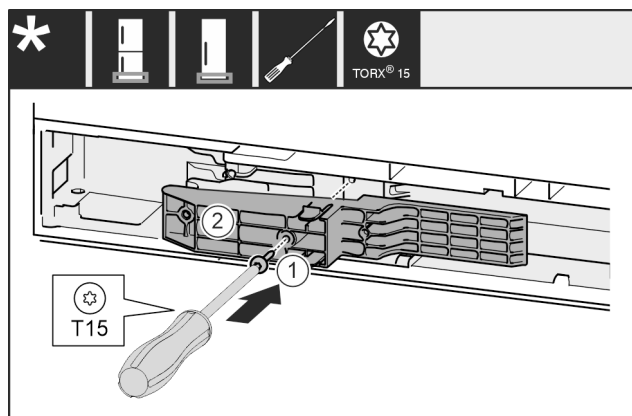

Fig. 67 *
- ▶ Introduceți adaptorul Fig. 67 (1) în canelura de pe partea mânerului.*
- ▶ Înșurubați ferm șurubul Fig. 67 (2) cu șurubelnița.*